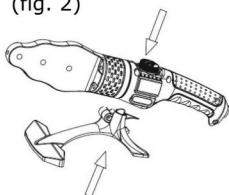

fig.1
- 2) Τοποθετήστε το εργαλείο επάνω στη βάση (fig. 1)